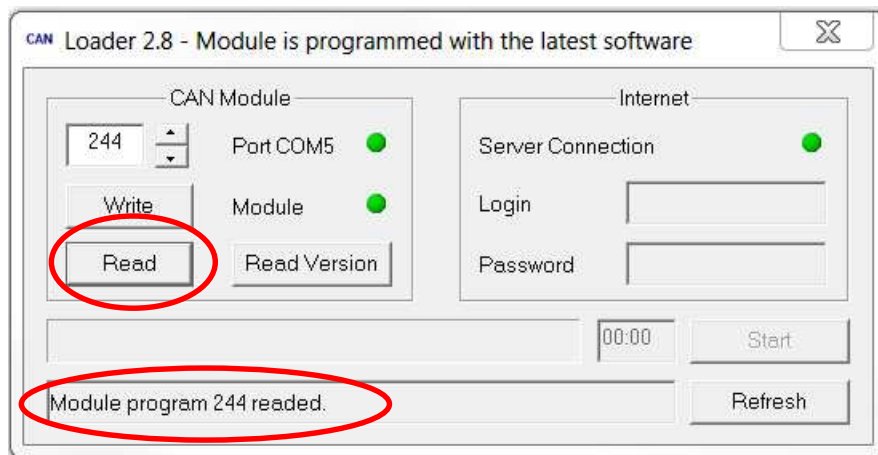

Рис.7
- прочитать номер программы можно, нажав на **Read** - появится надпись **Module program №... readed** (см. рисунок 7)